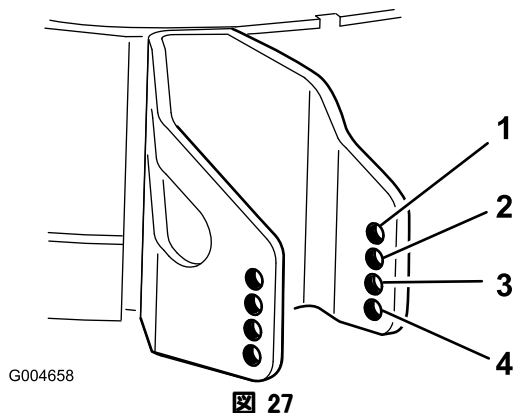

図 27
4. 設定した刈高に一番近い数値の穴を、芝削り防止ローラの取り付け穴とする(図 27)。